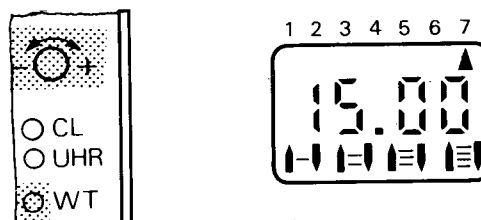

Fig. 9
3. Appuyer sur la touche "WT" ou "1-7" et tourner en même temps le bouton "↻" vers la gauche ou la droite jusqu'à ce que l'écran affiche "▲" en regard de "7" (= dimanche) (fig: 9).